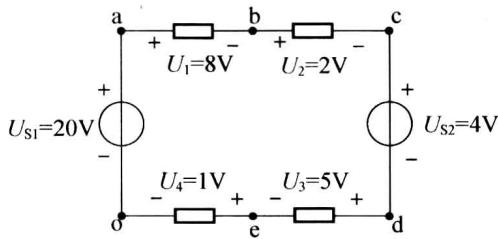

图 1-5 例 1-1 图
**【例 1-1】**在如图 1-5 所示的电路中，O 为参考点，各元件上电压分别为  $U_{S1}=20V$ ,  $U_{S2}=4V$ ,  $U_1=8V$ ,  $U_2=2V$ ,  $U_3=5V$ ,  $U_4=1V$ 。试求  $U_{ac}$ 、 $U_{bd}$ 、 $U_{be}$  和  $U_{ae}$  的值。